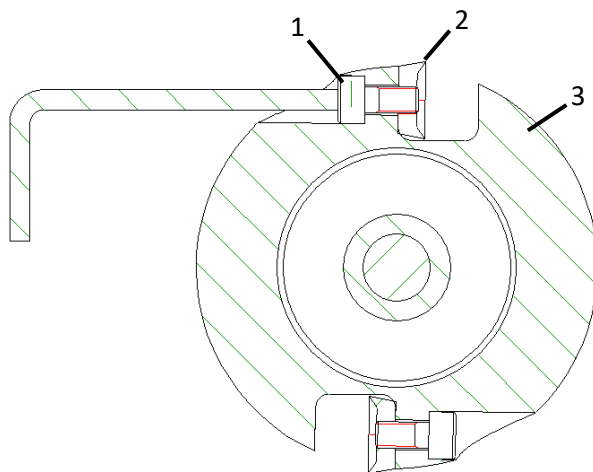

Abb. 3: Messer wechseln
- Lösen Sie die Messerschrauben (1 – Abb.3) am Fräskopf (3 – Abb.3) mit einem Innensechskantschlüssel 3 mm.
- Tauschen Sie die Rundmesser (2 – Abb.3) oder drehen Sie die Rundmesser um 180°.